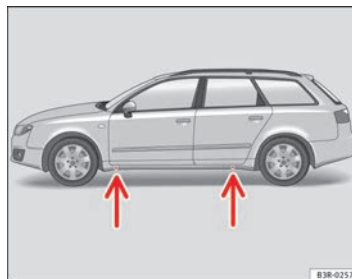

Fig. 194 Changement de roue : points d'appui du cric
- Localisez le **point d'appui** le plus proche de la roue défectueuse sur le bas de caisse $\Rightarrow$ page 272, fig. 194 -flèches-.
Des empreintes sur le bas de caisse du véhicule à l'avant et à l'arrière indiquent les points d'appui du cric $\Rightarrow$ page 272, fig. 194 -flèches-. Un emplacement a été prévu pour chaque roue. Le cric ne doit pas être positionné à d'autres endroits.